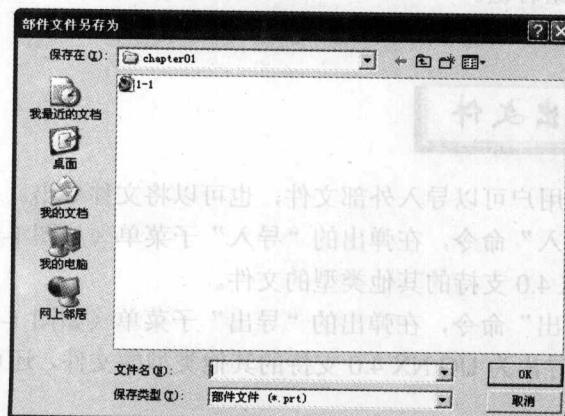

图 1-7 “部件文件另存为”对话框
- \* 单击“文件”|“另存为”命令，弹出如图1-7所示的“部件文件另存为”对话框，在该对话框中可对保存过的文件重新指定保存路径。